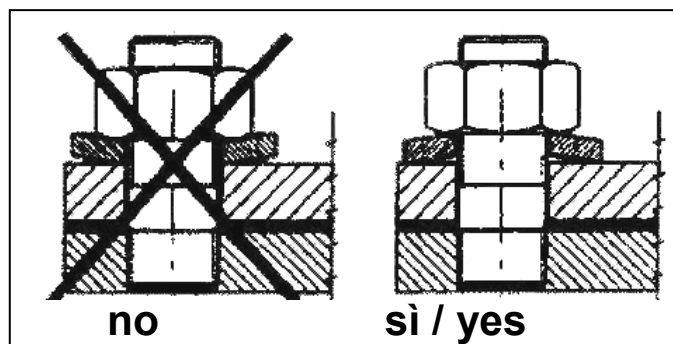

fig.4/7
- **Sostituire il tappo in plastica trasparente** con il tappo di livello olio in dotazione (B fig.4/4).